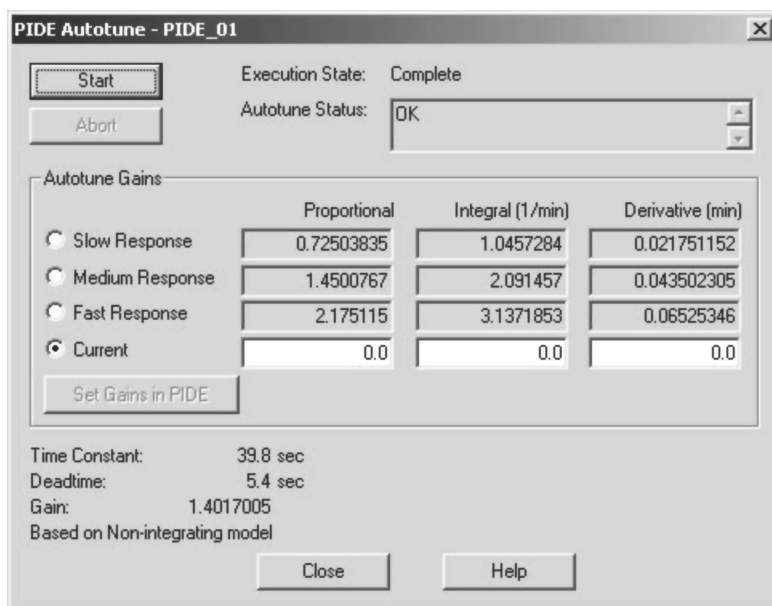

图 16-31 自整定完成
6. 自整定完成后，首先应当确认“执行状态”（Execution State）为“完成”（Complete），并且各项增益应当如图 16-31 所示。